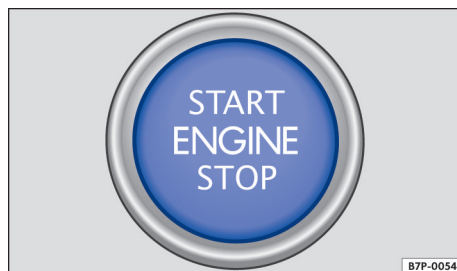

图 89 无钥匙系统 Kessy：中控台下部分中的启动按钮
3. 按压启动按钮→图 89 - 不踩下油门，握住汽车钥匙并保持一段时间，直至组合仪表中的 READY 指示灯亮起。车内必须有一把有效的车辆钥匙。并且必须踩住刹车踏板。行驶功率表的指针位置从 OFF 指向 0，松开制动踏板。
3. 短促按压启动按钮 → 图 89。